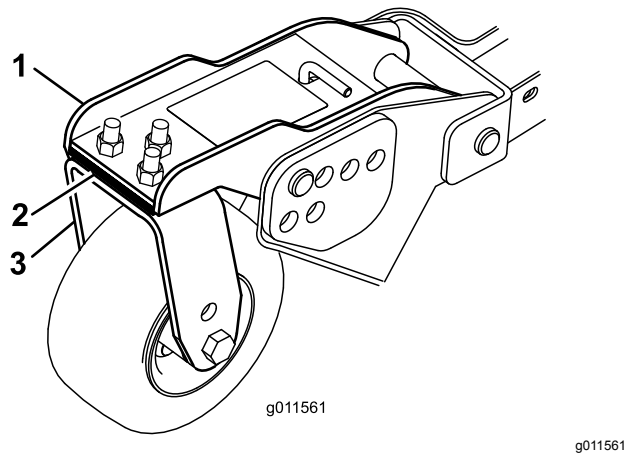

Bild 30
Drehen Sie das Messer jeder Spindel, bis die Enden nach vorne und hinten zeigen. Messen Sie die Entfernung vom Boden bis zur vorderen Spitze der Schnittkante. Stellen Sie die 3-mm-Beilagscheiben an den vorderen Laufradarmen auf die entsprechende Schnitthöhe auf dem Aufkleber ein (Bild 30). Weitere Informationen zur äußeren Spindel finden Sie unter Einstellen der Mähwerkneigung \(Seite 75\).
- Wenn die innere Schnittkante des Seitenmähwerks im Verhältnis zur äußeren Kante des Frontmähwerks zu hoch ist, entfernen Sie eine Beilagscheibe (3 mm) von der Unterseite des vorderen inneren Laufradarms am Seitenmähwerk (Bild 30).